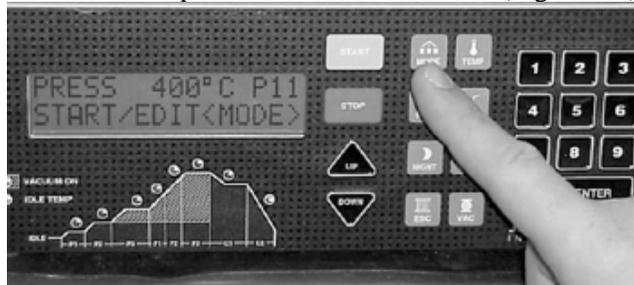

Figura 5A. Presione la tecla **MODE** para editar
4. Para editar, presione la tecla **"MODE"** (Figura 5A).